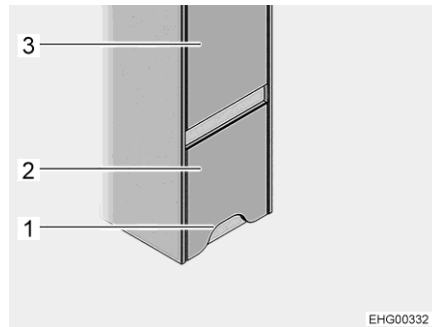
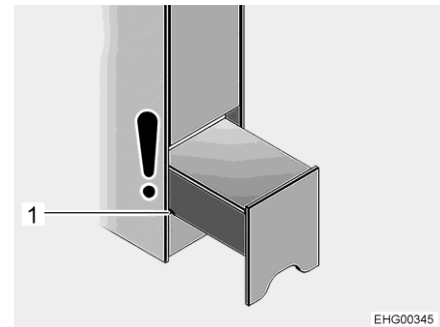

Fig. 93 Dispositivo de ascenso (cerrado)
Fig. 94 Dispositivo de ascenso (posición de noche)
El dispositivo de ascenso está instalado en el lado derecho del vehículo, debajo del armario ropero (Fig. 93,3) delante de la cama trasera.
- ▷ La puerta del cuarto de aseo se encuentra del lado opuesto del dispositivo de ascenso. Mientras que el dispositivo de ascenso sólo esté extraído parcialmente ("posición de noche", véase Fig. 94), todavía será posible abrir la puerta del cuarto de aseo. Si el dispositivo de ascenso está completamente extraído, para obtener acceso al compartimento de almacenamiento, ya no se podrá abrir completamente la puerta del cuarto de aseo.
- Agarrar el dispositivo de ascenso (Fig. 93,2) por el recorte (Fig. 93,1), levantarlo ligeramente y extraerlo hasta la primera ranura (Fig. 94,1) (posición de noche).